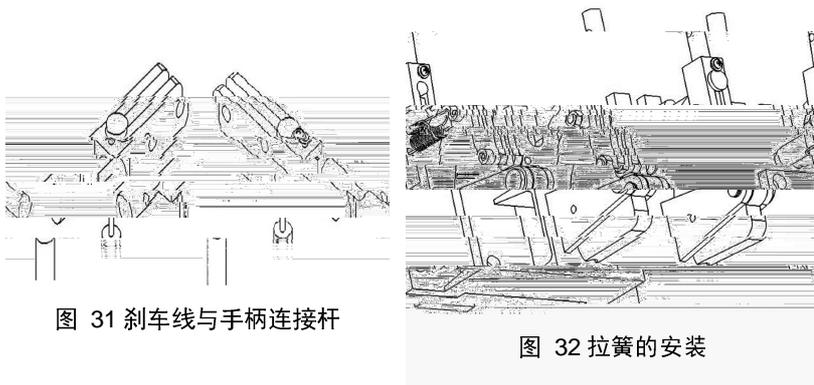

图 32 拉簧的安装
3. 将组装刹车线后的手柄连接杆重新组装至远程控制盒，拉簧的安装位置由内侧更改到外侧，拉簧缺口向外，并用螺栓压紧（8~10N.m）（拉簧在内侧会有干涉）。（P11 图 32）；